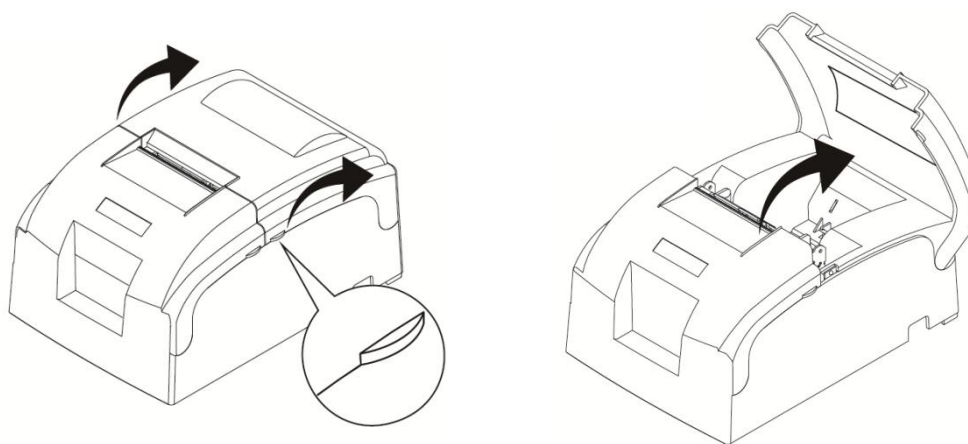

图 7
- 1) 托起后盖两侧的指夹, 打开打印机后盖, 如图7所示。